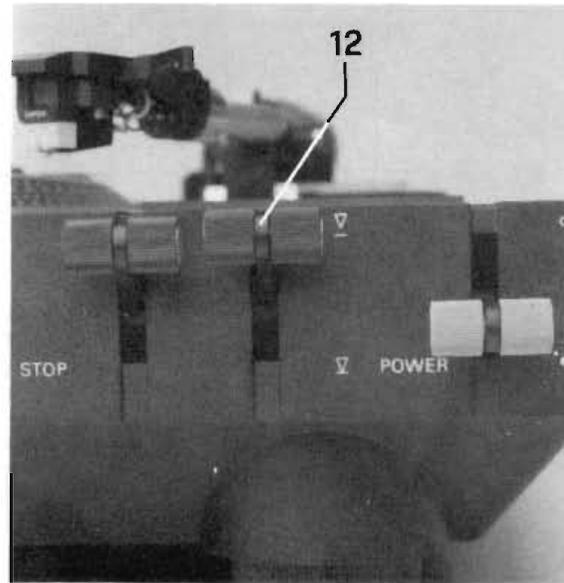

Fig. 8
Legen Sie eine Langspielplatte auf den Plattenteller, lösen Sie die Tonarmklammer (11), klappen oder entfernen Sie den Nadelschutz (Bild 7.22) ganz zurück, so dass die Nadel frei wird und stellen Sie den Tonarmlifthebel (12) auf ∇ (Bild 8). Schwenken Sie den Tonarm von Hand über die Schallplatte und Nadel. Dieser Abstand soll 4 bis 6 mm betragen. Mit der Justierschraube für die Schwenkhöhe (Bild 9.2) können Sie ihn genau einstellen. Legen Sie den Tonarm wieder zurück, stellen Sie den Tonarmlifthebel (12) auf ∇ und schliessen Sie die Tonarmklammer (11).
Place a long-playing record on the turntable, loosen the tone arm clip and turn back or remove (depending on type) the protective cover so that the stylus is free. Set the tone arm lift lever (12) in the up position ∇ (fig. 8). Swing the tone arm by hand over the record and check the distance between record and stylus. This distance should be between 4 and 6 mm and can be precisely set with the adjustment screw (fig. 9.2). Return the tone arm to its support, set the lift lever in the down position ∇ and close the tone arm clip.